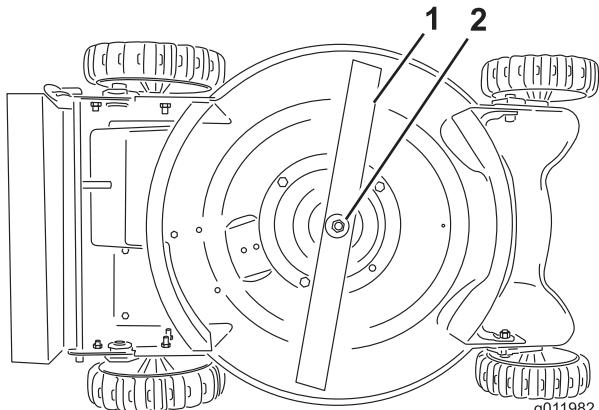

Figura 12
- Retire la cuchilla girando el perno de la cuchilla en el sentido contrario a las agujas del reloj (Figura 12).